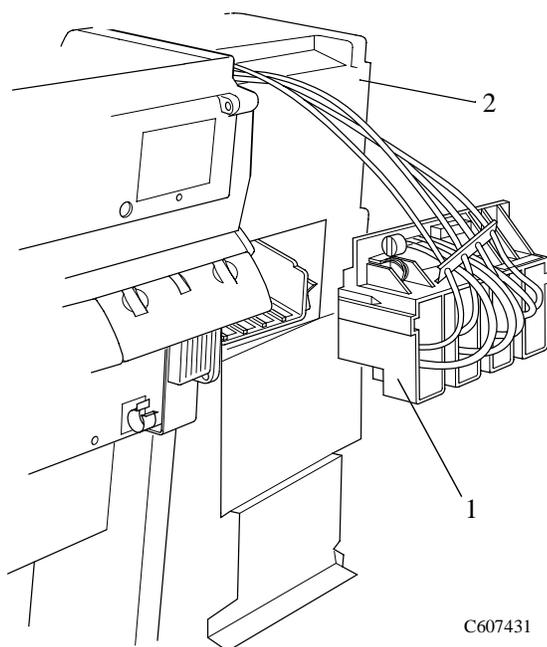

Figura 62: “Ink Cartridge Tube Connector (jalado hacia atrás)”
13. Quite el “ink cartridge tube connector” (item 1) de la parte posterior del “cover” del lado izquierdo (item 2), apoye el “assembly” sobre el “cover” del lado izquierdo (consulte la Figura 62).